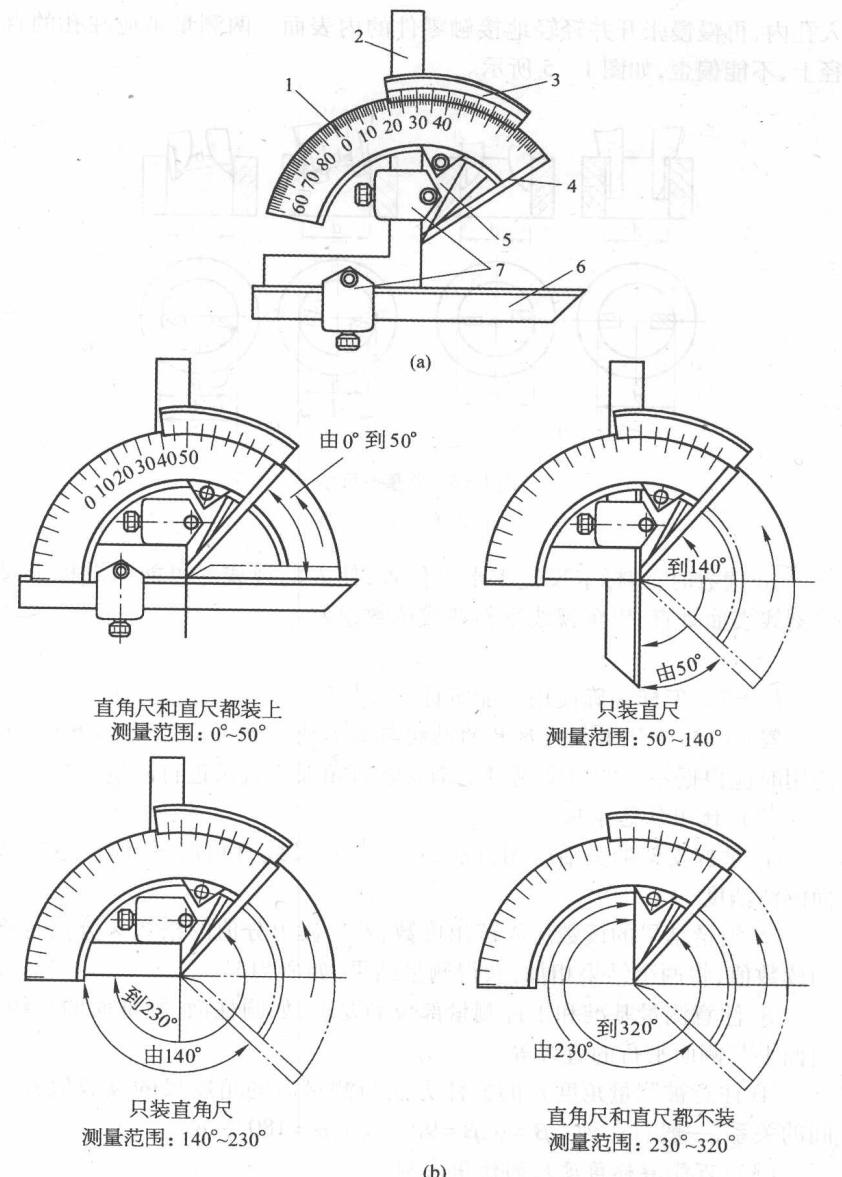

图 1-6 万能游标角度尺及其使用
答：(1) 万能游标角度尺的结构与基本使用方法 如图 1-6 所示，使用时应根据不同的角度测量范围安装直角尺或直尺进行测量。